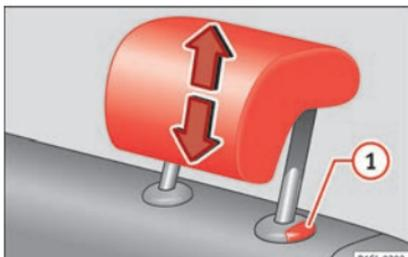

Abb. 4 Kopfstütze hinten einstellen.
- Kopfstütze in Pfeilrichtung nach oben oder bei gedrückter Taste » Abb. 4 ① nach unten schieben » ⚠.